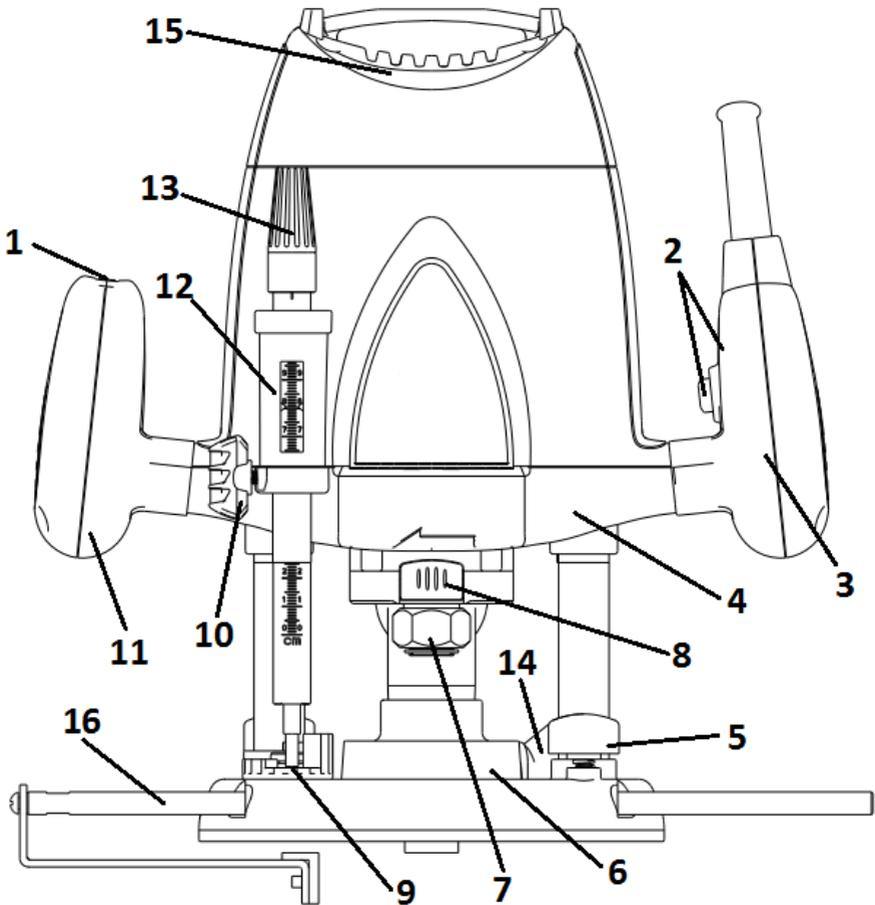

Рисунок 1
Фреза фіксується та самоцентрується по циліндричній поверхні хвостовика при затягуванні патрону (7) (рис.1) гайковим ключем з комплекту. Контроль глибини фрезерування здійснюється за шкалами (12) та (13), при цьому механізм має достатній вертикальний хід.
Ступеневий упор (9) (рис.1), з опорними поверхнями, які слугують для обмеження глибини фрезерування, має можливість повороту навколо своєї осі, що дозволяє ступінчасто та швидко змінювати глибину фрезерування.
Швидкість обертання шпинделя змінюється в широких межах маховичком регулятора (1, рис. 1). При використанні виробу не докладайте зайвих зусиль. Надмірні зусилля від подачі перевантажує механізм і двигун, що прискорює можливість виходу виробу з ладу та знижує продуктивність.
- перевести обмежувач глибини фрезерування (12, рис. 1) у положення для максимальної глибини обробки;
Під час налаштування глибини фрезерування слід пам'ятати, що якщо вона становить 3 мм або кратна 3мм, то в процесі роботи необхідна глибина фрезерування може бути досягнута поступово в кілька проходів. З цією метою виріб оснащений ступеневим поворотним упором-обмежувачем (9, рис. 1), який дозволяє поступово збільшувати заглиблення фрези, не налаштовуючи її при цьому описаним вище способом: спочатку фрезерування виконується на мінімальній глибині (перше положення з найвищою опорною поверхнею), а потім доходить до останнього положення. При кожному повороті обмежувача заглиблення фрези збільшується.
Зміну швидкості обертання здійснюють за допомогою коліщата регулятора швидкості обертання шпинделя (1, рис. 1) на корпусі виробу.
4.2.3 Плавно підведіть фрезу до поверхні заготовки, поки обмежувач глибини фрезерування (12, рис. 1) не торкнеться нижньої сходинок ступінчастого упору (9, рис. 1).
4.2.6 Якщо глибина фрезерування перевищує 3 мм, обробляйте заготовку за кілька проходів, знімаючи за один прохід невеликий шар матеріалу. Для цього використовуйте ступеневий упор (9, рис. 1). Спочатку встановіть необхідну кінцеву глибину фрезерування з використанням ступеневого упору і почніть вибірку з найвищої сходинок, опускаючи фрезу з кожним проходом на сходинок нижче.